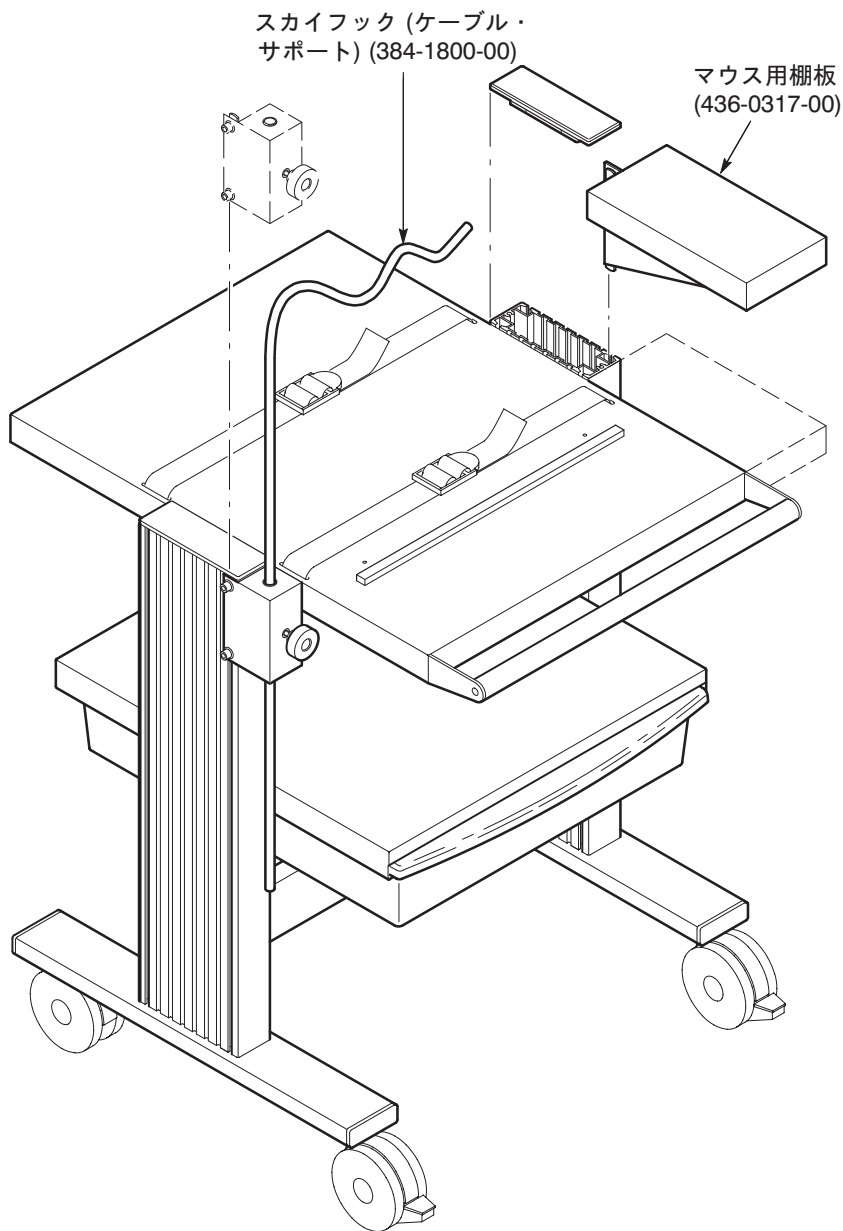

図 2 : エンド・キャップの取り付け (K420 型台車)
4. 図2に示すように、エンド・キャップを元の場所に取り付けます。